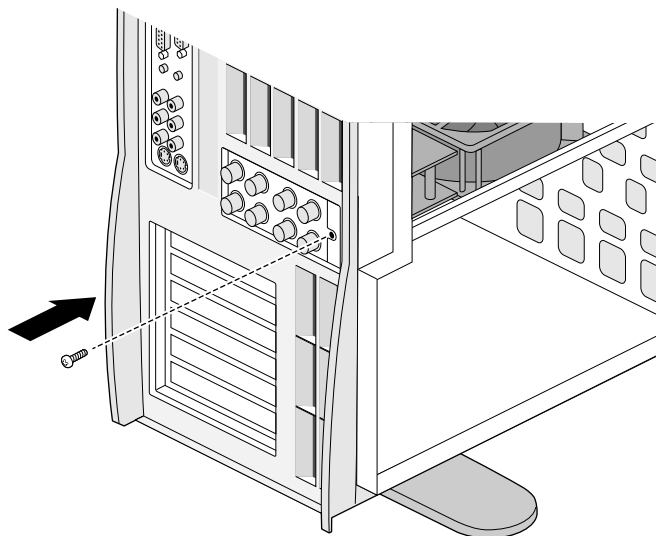

Figura 5-19 Inserindo o parafuso da SD1100 da Silicon Graphics
13. Na parte posterior do sistema, insira e aperte o parafuso que fixa a placa SD1100 da Silicon Graphics ao chassi. Use o mesmo parafuso que foi removido do painel vazio de E/S para a SD1100 da Silicon Graphics. Veja a Figura 5-19.